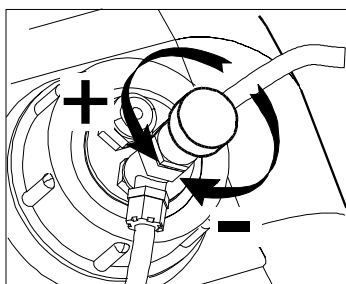

Bild 10.
- Reglera skumformningens mängd av flödströmningsregulator på luckan (Bild 10).